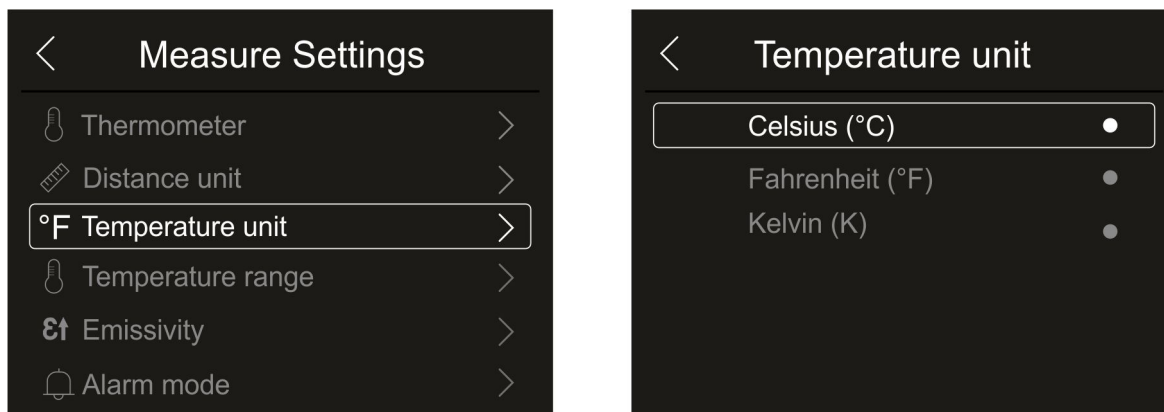

Fig. 25: Menú configuración unidad medida de temperatura
1. Toque el texto “Temperature unit” para realizar la configuración de la unidad de medida de la temperatura. Se muestra la Fig. 25 – parte derecha: